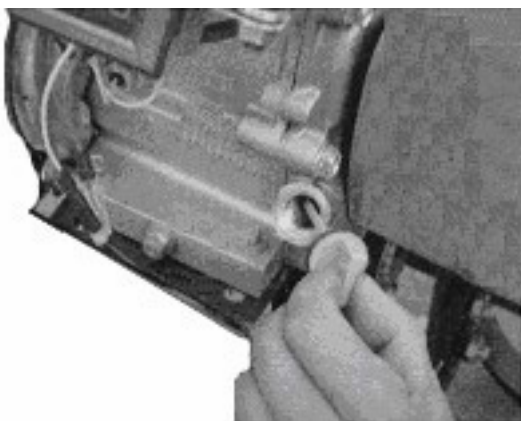

Abbildung 2
- Schrauben Sie den Ölmesstab ab und wischen Sie ihn sauber (siehe Abb. 2).